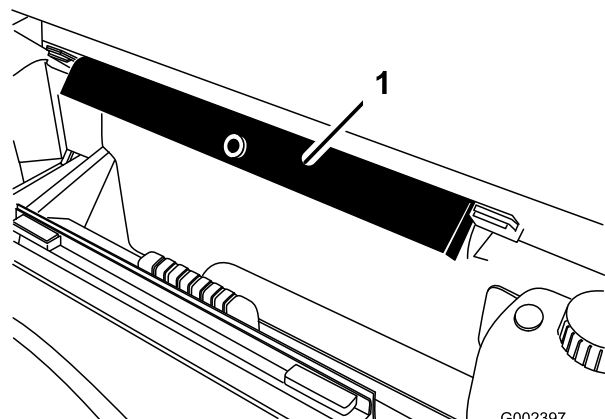

図 99
8. ROPS パネルの後ろについている保管用ブラケットから荷台サポート安全サポートを取り外す 図 99。